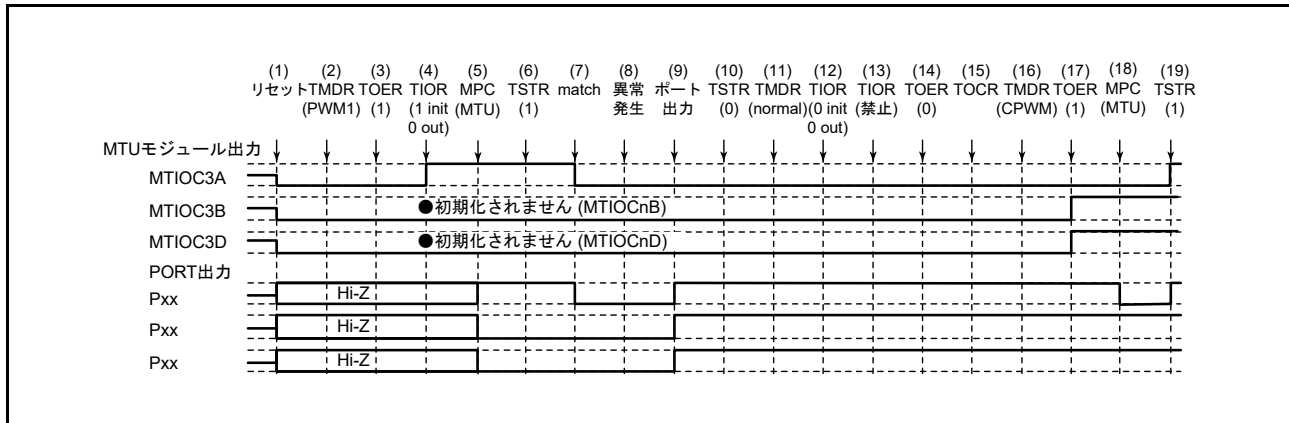

図 23.126 PWM モード 1 で異常が発生し、相補 PWM モードで復帰する場合
PWM モード 1 で異常が発生し、再設定後相補 PWM モードで再スタートする場合の説明図を図 23.126 に示します。
(1) ~ (14) は図 23.126 と共通です。
(15) TOCR レジスタでリセット同期 PWM モードの出力レベルと周期出力の許可 / 禁止を選択してください。
(16) リセット同期 PWM モードを設定します。
(17) TOER レジスタで MTU3、MTU4 の出力を許可してください。
(18) MPC と I/O ポートのポートモードレジスタ (PMR) で MTU 出力としてください。
(19) TSTR レジスタで再スタートします。